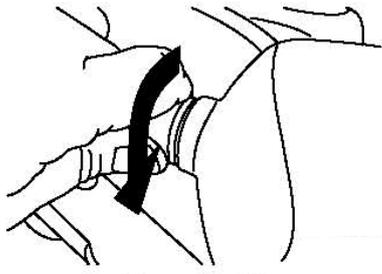

Рисунок 61
5. Поверните основание лампы по часовой стрелке, пока не встанет на место (рис. 61).